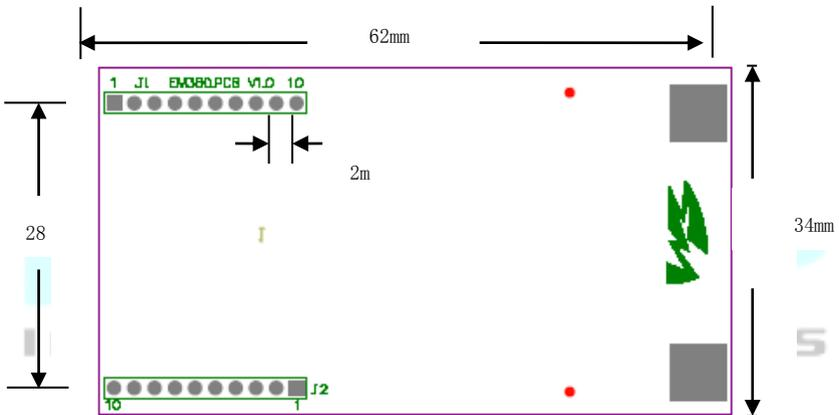
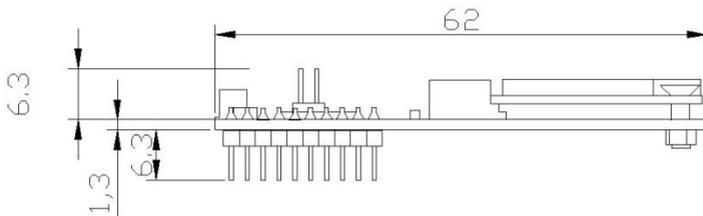

图 1.2 EMB-380-C 引脚排列顶视图
图 1.3 EMB-380-C 侧面视图
用户如需安装 EMB-380-C，或者制作 EMB-380-C 底板（主板），可参考图 1.2 和图 1.3 所提供的外观机械尺寸（公制单位表示），图中规定了产品的长、宽、高，以及部分机械结构。
- 模块引脚排列（顶视图），见下图 1.2
侧面视图，参考图 1.3